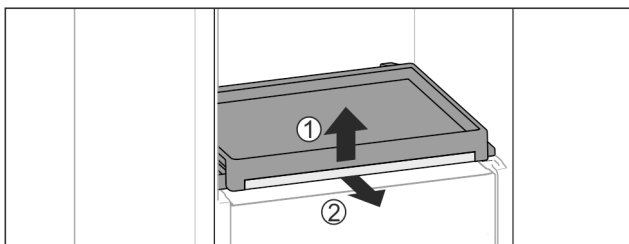

Fig. 73
- ▶ Auszugsbord mit Glasplatte entnehmen: Glasplatte vorne leicht anheben Fig. 73 (1) und nach vorne herausziehen Fig. 73 (2).